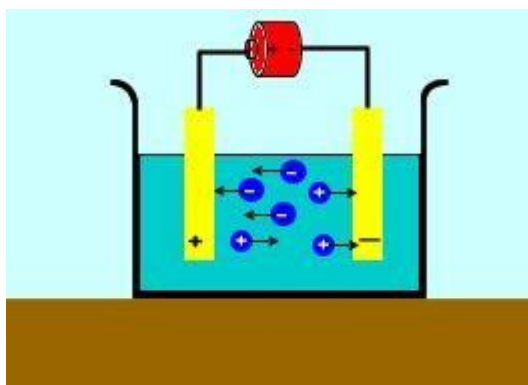

Figura 48 – Solução iônica
- **Líquido:** Condutor elétrico, figura 48, que está no estado líquido são as soluções iônicas.